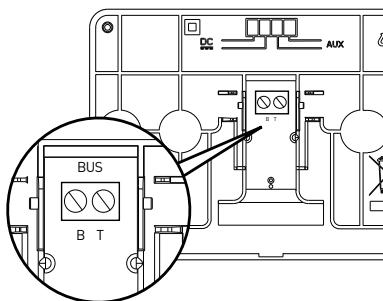

fig. 1
- het draadpaar aansluiten op de stekker weer sluiten (fig.1);